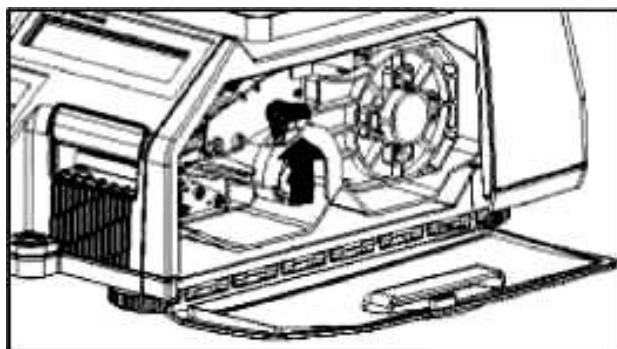

Рис.5.4 - Підйом важеля
2. Підніміть важіль (див.рис.5.4).